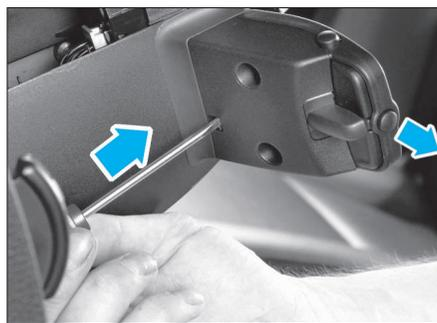

FIG. 3
- la commande d'autoradio à l'aide d'un petit tournevis sur l'arrière de la commande (Fig.3).